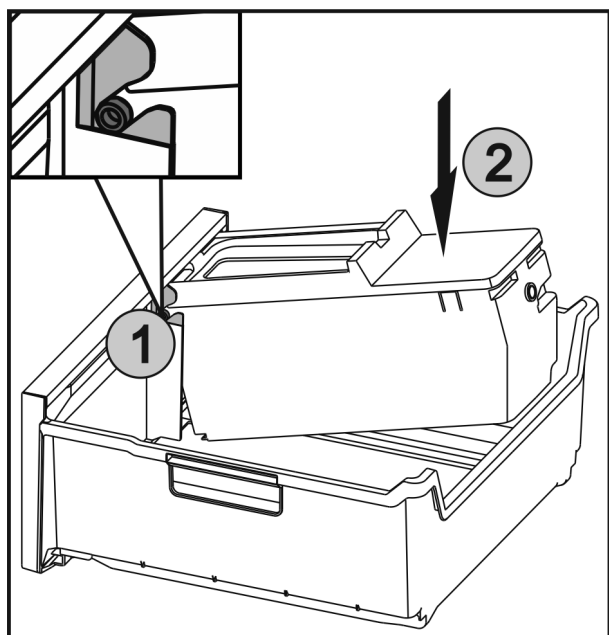

Fig. 31
- ▶ Вставити осі Fig. 31 (1) на EasyTwist-Ice у напрямні та натискати на задню сторону Fig. 31 (2) до фіксації накладки.